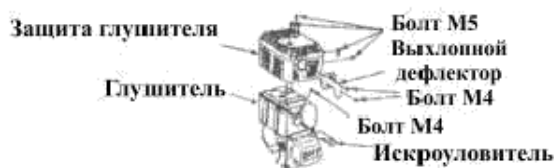

Рис.30
- а) Открутите гайки М4 и извлеките выхлопной дефлектор из корпуса. (Рис. 30);